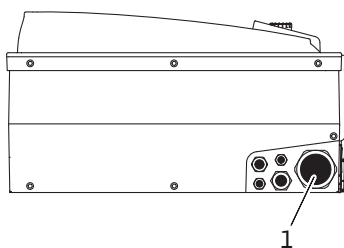

Fig. 25: Presetupa cablurilor M25/M40
- Cablul de alimentare trebuie introdus prin presetupa pentru cablu M25/40 (fig. 25, poz. 1).